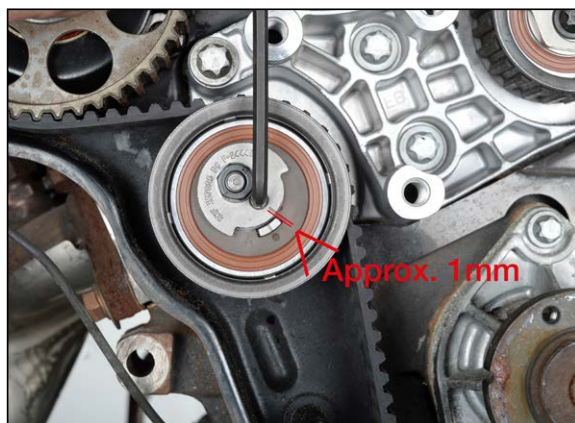

Рис. 19
5. Ослабьте гайку крепления натяжного ролика и поверните эксцентрик ролика против часовой стрелки с помощью 5-мм внутреннего шестигранника до положения, когда риска эксцентрика находится примерно на 1 мм выше верхнего края регулировочного диапазона ролика (Рис. 19). Затяните гайку крепления натяжного ролика.